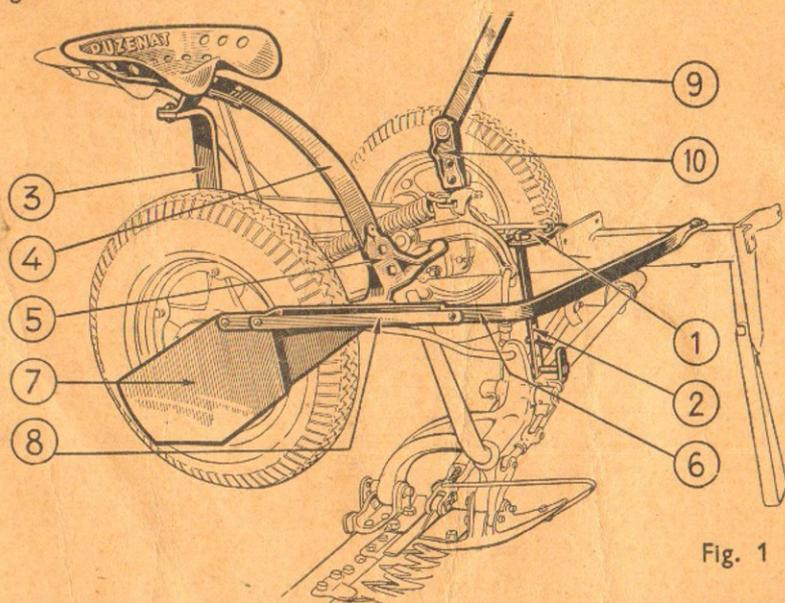

Fig. 1
2° Boulonner (fig. 1), sur le timon ou le faux-timon, le guide de support de jambe de force (1). (Dans le modèle D1 L, enlever préalablement le support de tringle-soutien de barre coupeuse, dont le guide (1) doit prendre la place et remonter le support).
11° Dévisser (fig. 1) l'écrou fixant le levier (9) à la manivelle de relevage (10), dégager le levier et le remonter sur le cran arrière pour incliner le levier vers l'avant comme le montre la figure.